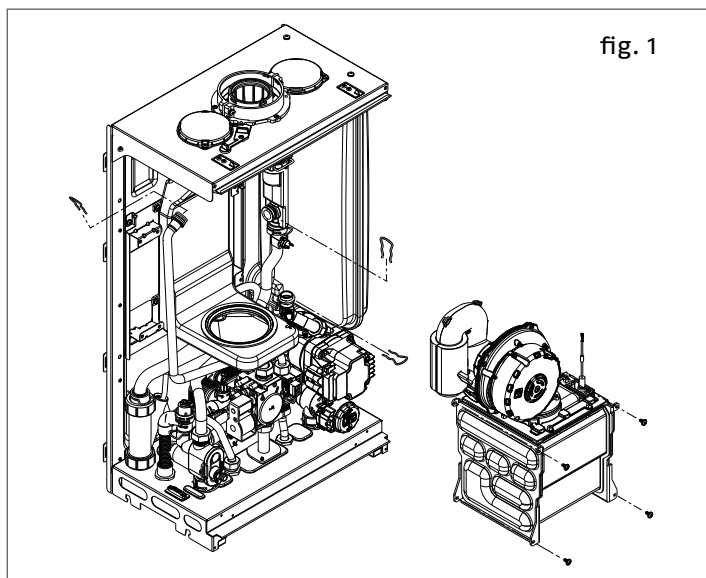

fig. 1
- Sfilare il blocco motore dopo aver svitato le viti e tolto le mollette di fissaggio rampe (fig. 1).